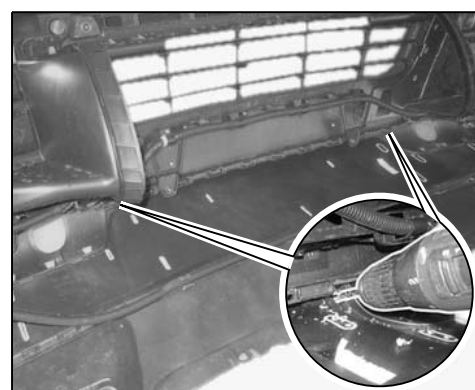

Рис. 5
- 2.1.2 Просверлить два круглых отверстия сверлом $\varnothing$ 6 мм $\Rightarrow$ Рис. 5 -лупа-.